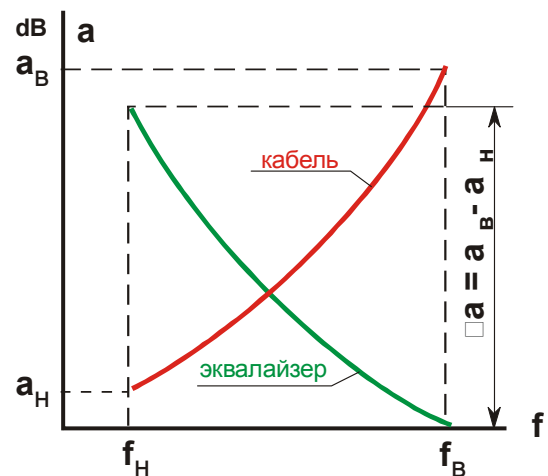

Рис.8
**Эквалайзер** (Equalizer) также как и аттенуатор, устанавливается на входе усилителя и является взаимным пассивным линейным устройством, предназначенным для компенсации амплитудно-частотных или частотно-фазовых искажений, получаемых за счет коаксиальных кабелей. Эквалайзер должен обладать зеркальной формой АЧХ по отношению к частотно зависимому затуханию кабеля (рис.8) при нулевых потерях в верхней точке рабочего диапазона частот. Как и аттенуаторы, эквалайзеры подразделяются на фиксированные (сменный подбор) и переменные (удобство эксплуатации).